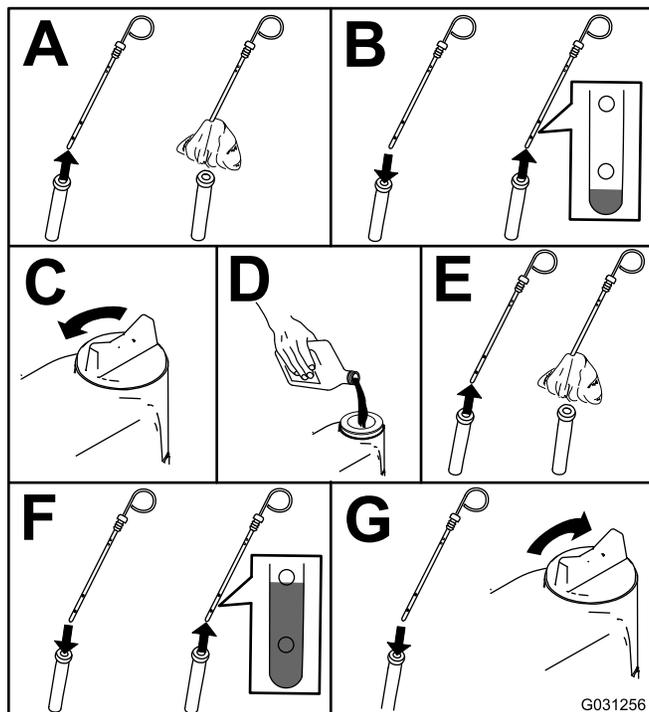

Рисунок 72
2. Проверьте уровень масла в двигателе (Рисунок 72).